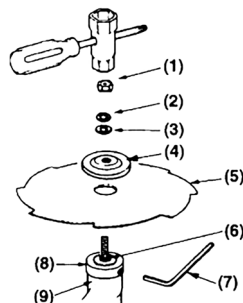

Рис.3
1. Совместите отверстие в ступице редуктора с отверстием вала. Вставьте фиксирующий стержень (Г-образный ключ) в отверстие ступицы (см. рис.3)